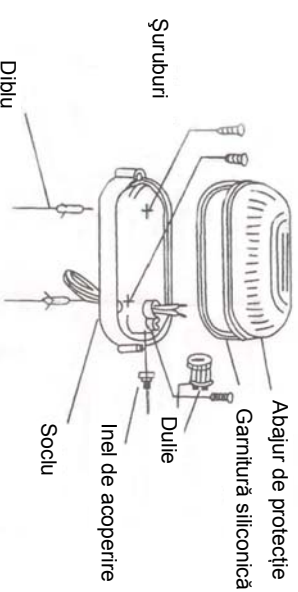

Fig. 2
2. Introduceți cablul de conexiune prin gaura din carcasa lămpii (fig. 2)